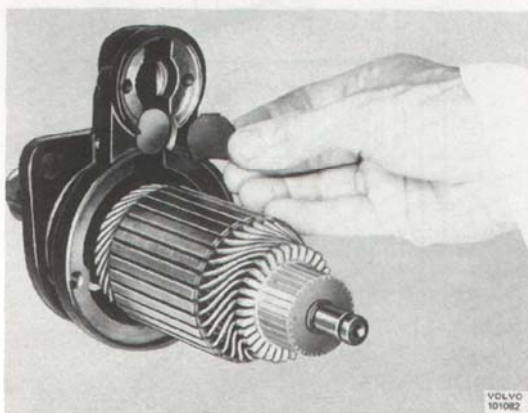

Bild 3-11. Demontering av tätningsbricka
9. Demontera gummibrickan och plåtbrickan, bild 3-11.